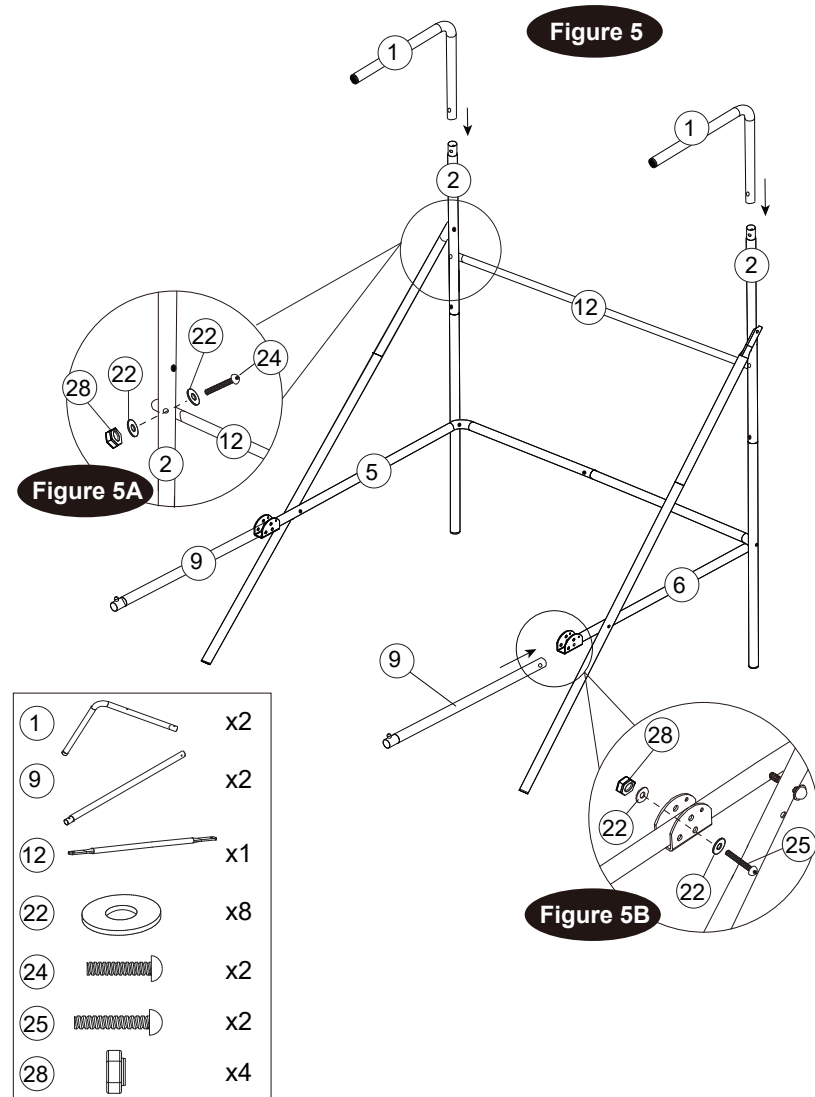

Figure 6
10. Fixez les tubes (10) aux tubes (9) à l'aide des verrous à ressort (pré-installés), puis insérez le tube (11) sur les tubes (10) à l'aide des verrous à ressort (pré-installés) comme indiqué sur la figure 6.